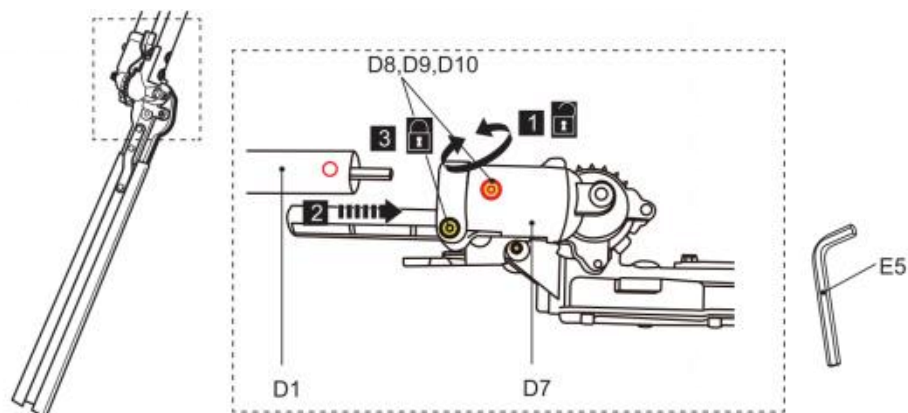

Fig. 20
1) Allentare i bulloni (D8) utilizzando l'attrezzo (E5) fino a quando il palo inferiore (D1) non può essere inserito nel supporto (D7) (Fig. 20, passaggio 1). Non rimuovere i bulloni (D8), le rondelle elastiche (D9) e le rondelle (D10) dal supporto (D7).
2) Allineare e inserire il palo inferiore (D1) nel supporto (D7) ruotandolo fino all'arresto, finché il foro di montaggio non è allineato con il bullone. Utilizzare la freccia di riferimento per facilitare l'allineamento. (Fig. 20, passaggio 2).
3) Serrare i bulloni (D8) per fissare il palo inferiore in posizione (Fig. 20, passaggio 3).